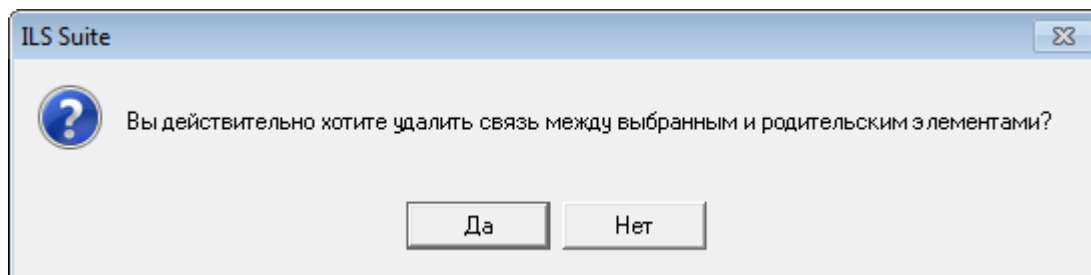

Рис. 9-23 – Диалоговое окно при удалении связи с родительским элементом
4) В открывшемся диалоговом окне нажать «Да» для подтверждения действия (рис. 9-23).